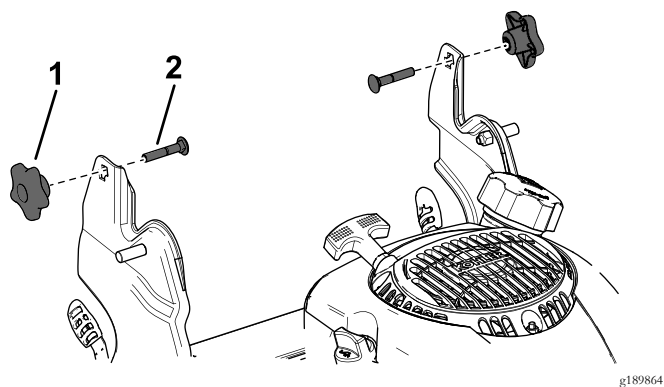

Figura 25
3. Introduzca el perno de cuello cuadrado (con la cabeza del perno en el interior) por el soporte del manillar y el orificio superior del extremo del manillar. Asegúrese de que los bordes cuadrados de los pernos de cuello cuadrado encajan en el taladro cuadrado del soporte del manillar correspondiente (Figura 25).